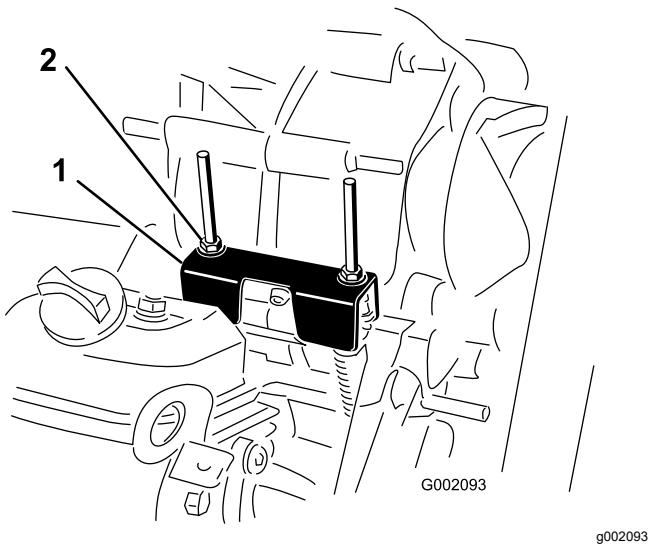

Bild 61
Wenn Sie regelmäßige Wartungsarbeiten und/oder eine Motordiagnostik durchführen, müssen Sie das Getriebe in NEUTRAL-Stellung schalten (Bild 61). Der Ganghebel der Maschine hat eine NEUTRAL-Stellung, die den Leerlauf des Getriebes steuert. Treffen Sie die folgenden Maßnahmen, um sicherzustellen, dass der Ganghebel in der Leerlaufstellung die Antriebsachse auch richtig auf Leerlauf schaltet:
2. Stellen Sie sicher, dass die Leerlaufhalterung in der NEUTRAL-Stellung ist (mit der Kabelbefestigungshalterung unter der Ganghalterung nivelliert), indem Sie die Antriebskupplung drehen (Bild 61).
3. Drehen Sie eine der Sicherungsmuttern (Bild 61), um einen Abstand von 0,762 mm bis 1,524 mm zwischen der Unterseite der Mutter bzw. Scheibe und der Leerlaufhalterung zu erhalten.